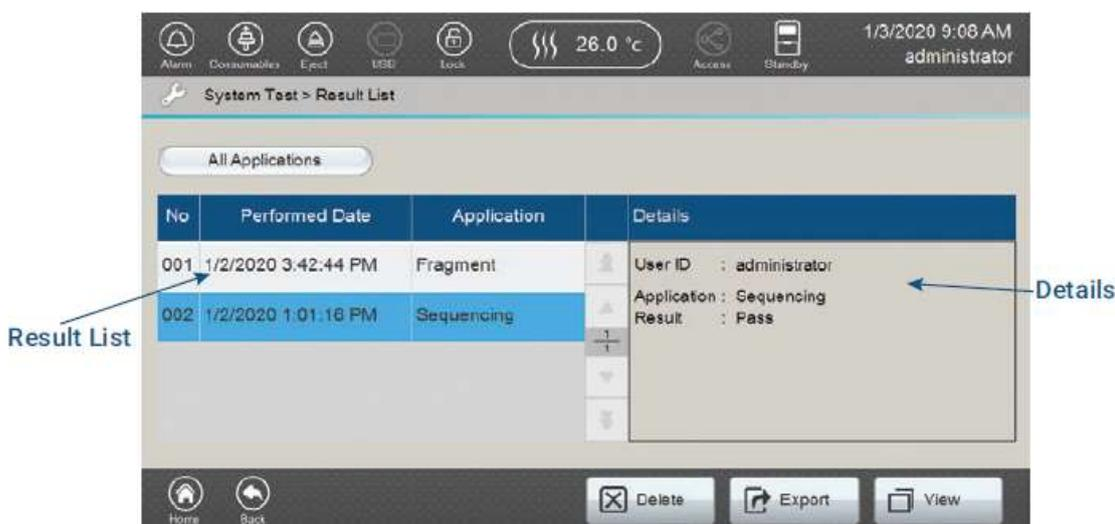

図 215 Sequencing System Test を選択した Result List 画面
2. 確認したい system test を選択すると、「Result List」画面に選択した system test の Details が表示されます。(図 215)
7. Export を選択すると、Result List 画面（図 215）から Export を選択するときと同じ方法で pdf ファイルとして、system test のレポートをエクスポートできます。